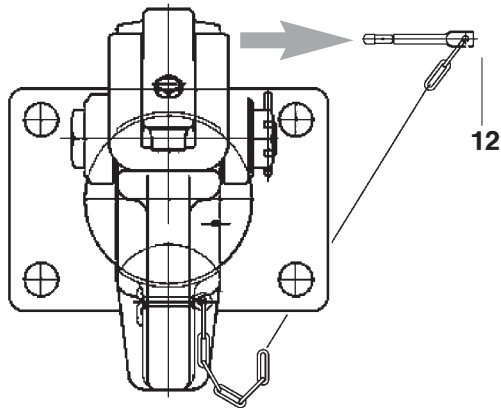

Abb. 4
- zum Einkuppeln Gliederbolzen (12) herausziehen. (s. Abb. 4 und 5)